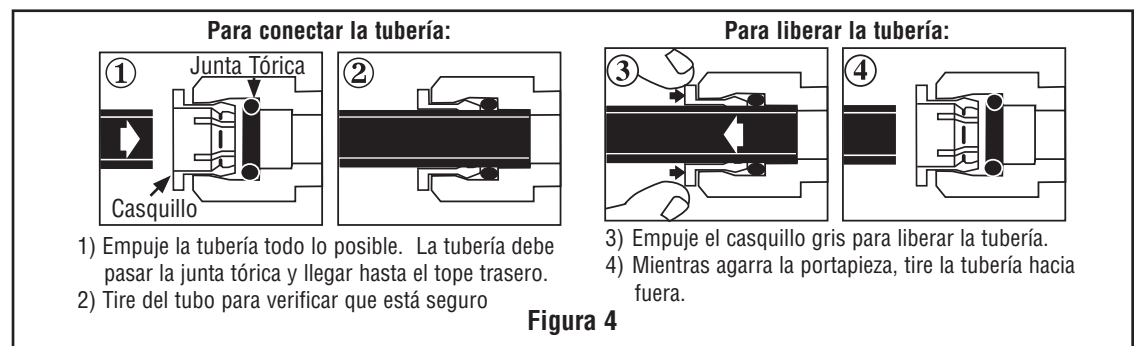

Figura 4
5. Conecte el puerto de entrada del filtro a la línea de entrada de agua como se indica en la guía de conexión rápida. (Figura 4)
2. Quite el filtro viejo al seguir las instrucciones que aparecen en la Figura 4.
3. Conecte el puerto de entrada a la línea de agua entrante como se muestra en la Figura 4.